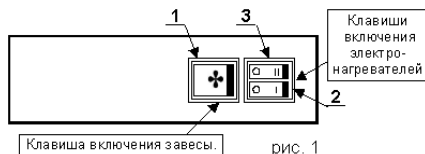

рис. 1
4.3. В задней стенке корпуса завесы имеются отверстия для крепления завесы к стене. В качестве крепежа рекомендуются шурупы или болты с диаметром шляпки от 7 до 9 мм. Установочные размеры завес указаны в табл.2 и на рис. 1 Приложения.
5.1 Управление завесой осуществляется клавишными переключателями (см. рис. 1).